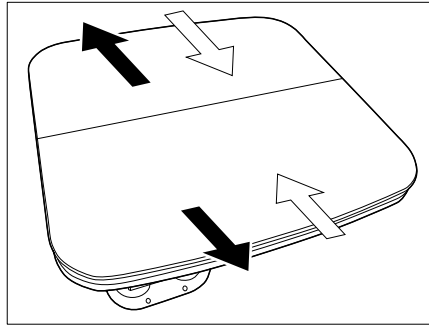

Fig. 108 Écarter l'une de l'autre les parties extérieures
- Écarter l'une de l'autre les parties extérieures de la table (Fig. 108 - flèches noires).
- Rapprocher les parties extérieures de la table (Fig. 108 - flèches blanches).